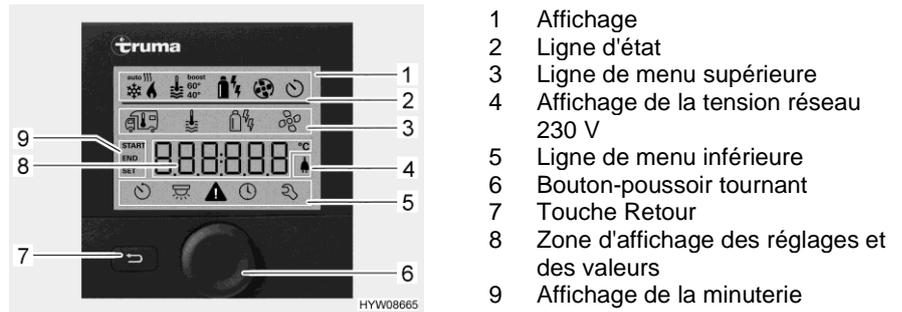
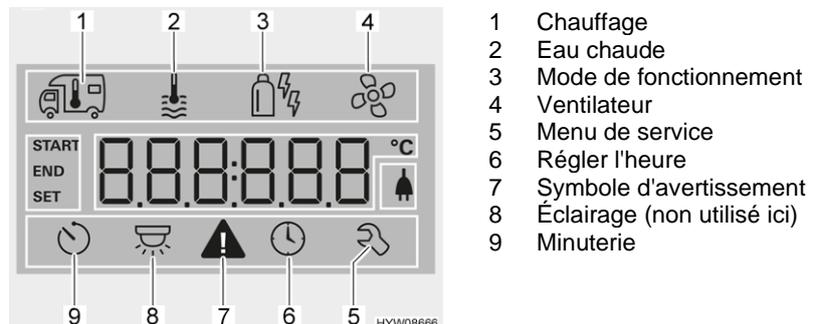

Fig. 115 Unité de commande avec affichages
Fig. 116 Écran (unité de commande)
- Ligne d'état (Fig. 115,2)
- Ligne de menu supérieure (Fig. 115,3)
- Zone d'affichage (Fig. 115,8)
- Ligne de menu inférieure (Fig. 115,5)
- Appuyer sur le bouton-poussoir tournant (Fig. 115,6) pendant env. 3 secondes. Les deux lignes de menu (Fig. 115,3 et Fig. 115,5) sont affichées. Le premier symbole clignote.
- Tourner le bouton-poussoir tournant (Fig. 115,6) jusqu'à ce que le symbole de menu désiré clignote.
- Appuyer sur le bouton-poussoir tournant pour enregistrer la valeur réglée. Si la valeur réglée à l'origine ne doit pas être modifiée : Appuyer sur la touche Retour (Fig. 115,7).
- Tourner le bouton-poussoir tournant (Fig. 115,6) jusqu'à ce que le symbole de menu du chauffage (Fig. 116,1) clignote.
- Appuyer sur le bouton-poussoir tournant pour enregistrer la valeur réglée. Le symbole clignote dans la ligne d'état (Fig. 115,2) jusqu'à ce que la température ambiante réglée soit atteinte. Si la valeur réglée à l'origine ne doit pas être modifiée : Appuyer sur la touche Retour (Fig. 115,7).
- Tourner le bouton-poussoir tournant (Fig. 115,6) jusqu'à ce que le symbole de menu de l'eau chaude (Fig. 116,2) clignote.
- Appuyer sur le bouton-poussoir tournant pour enregistrer la valeur réglée. Le symbole clignote dans la ligne d'état (Fig. 115,2) jusqu'à ce que la température d'eau chaude réglée soit atteinte. Si la valeur réglée à l'origine ne doit pas être modifiée : Appuyer sur la touche Retour (Fig. 115,7).
- Tourner le bouton-poussoir tournant (Fig. 115,6) jusqu'à ce que le symbole de menu de mode de fonctionnement (Fig. 116,3) clignote.
- Appuyer sur le bouton-poussoir tournant pour enregistrer le mode de fonctionnement réglé. Si le réglage d'origine ne doit pas être modifié : Appuyer sur la touche Retour (Fig. 115,7).
- Tourner le bouton-poussoir tournant (Fig. 115,6) jusqu'à ce que le symbole de menu du ventilateur (Fig. 116,4) clignote.
- Tourner le bouton-poussoir tournant (Fig. 115,6) jusqu'à ce que le symbole de menu de la minuterie (Fig. 116,9) clignote.
- Appuyer sur le bouton-poussoir tournant. La minuterie est activée. Le symbole de la minuterie (Fig. 116,9) clignote quand cette dernière est programmée et active.
En cas d'avertissement, le symbole correspondant (Fig. 116,7) clignote. Le chauffage continue de fonctionner. Le symbole d'avertissement s'éteint de lui-même quand il ne s'agit que d'un dérangement passager.